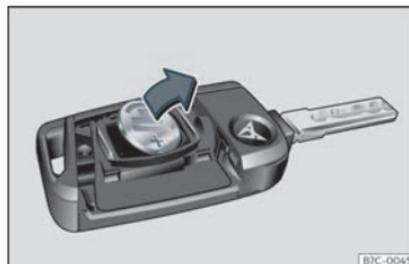

Fig. 73 Clé du véhicule : retirez la pile.
- Retirez la pile du compartiment à l'aide d'un objet fin approprié »» **fig. 73**.
- Placez la pile neuve comme indiqué »» **fig. 73** et appuyez-la contre le logement des piles dans le sens contraire de la flèche »» .